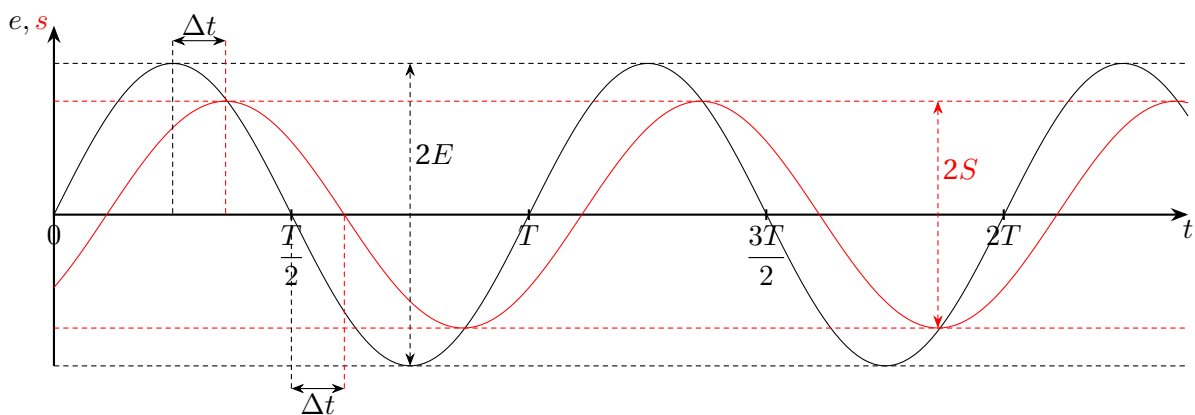

FIGURE 2 – Mesures sur un oscillogramme
- soit avec une mesure "manuelle" type méthode des neufs carreaux, qu'on généralise à la mesure du décalage temporel comparée à celle de la période, et ce sur un nombre de carreaux quelconque (voir figure 2). On rappelle qu'on a (en radians)